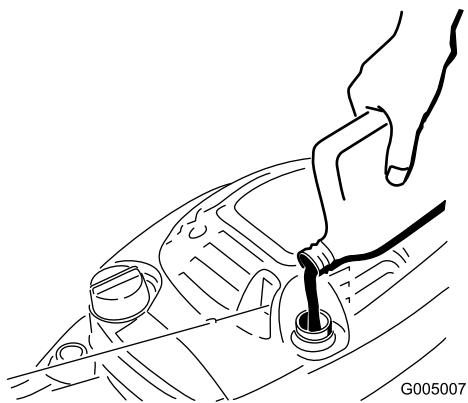

Figura 27
4. Vierta **lentamente** aceite en el tubo de llenado hasta que el nivel llegue a la marca **Full** de la varilla (Figura 27). **No llene demasiado.** (Capacidad máxima: 0,6 l (20 onzas), tipo: SAE 30W, aceite detergente con clasificación de servicio API SF, SG, SH, SJ, SL o superior.)